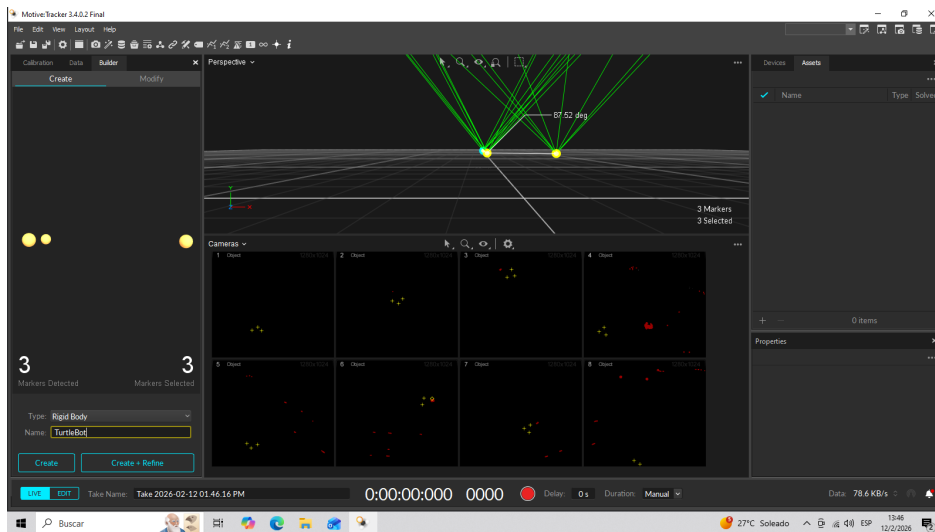

Figura 23: Selección de los marcadores en la vista 3D.
**Paso 2:** En la vista 3D, seleccionar todos los marcadores que conformarán el Rigid Body (Figura 23). Para seleccionar múltiples marcadores, mantener presionada la tecla **Shift** mientras se hace clic sobre cada uno, o bien trazar un rectángulo de selección arrastrando el cursor sobre ellos.